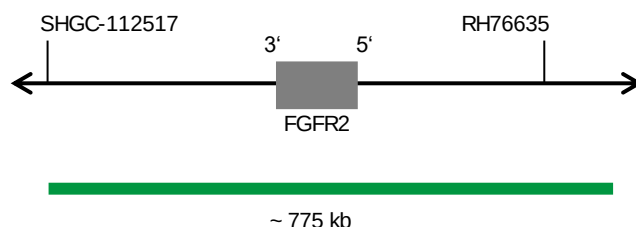

Fig. 1: SPEC FGFR2 Mapa da sonda (não à escala)
- Polinucleótidos marcados com ZyGreen (excitação 503 nm/emissão 528 nm) (~10,0 ng/μl), que têm como alvo sequências mapeadas em 10q26.12-q26.13* (chr10:122,908,224-123,682,373) que albergam a região do gene FGFR2 (ver Fig. 1).
- Polinucleótidos marcados com ZyOrange (excitação 547 nm/emissão 572 nm) (~1,5 ng/μl), que visam sequências mapeadas em 10p11.1-q11.1 específicas para a região centromérica do satélite alfa D10Z1 do cromossoma 10 (ver Fig. 1).